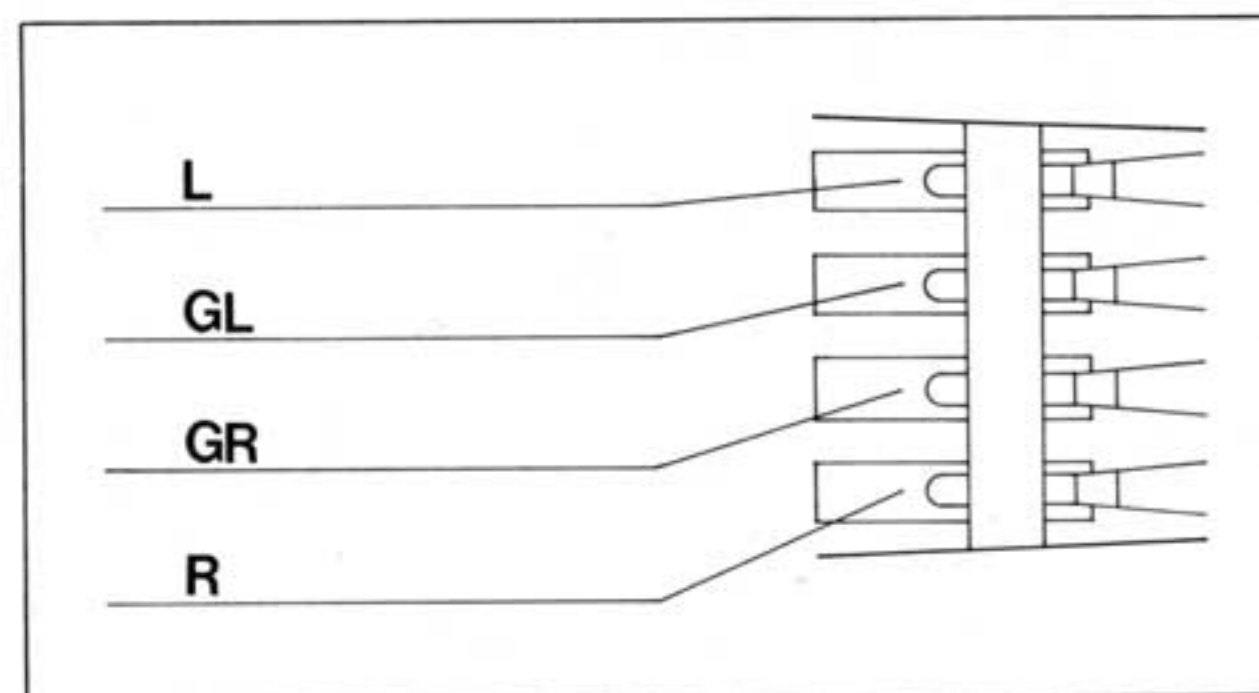

Fig. 12
3. Die Anschlüsse am Systemträger und Tonabnehmersystem sind gekennzeichnet (Fig. 12). Verbinden Sie die Anschlußblitzen des Systemträgers mit den entsprechenden und gleich gekennzeichneten Anschlußstiften des Tonabnehmersystems.
3. The connection inputs on the cartridge holder and on the cartridge are color coded (Fig. 12). Connect the leads of the cartridge holder to the correspondingly coded connection pins of the cartridge.
3. Les connexions sur le porte-cellule et la cellule sont repérées. Reliez les cordons du porte-cellule aux broches de la cellule portant le même repère (fig. 12).
3. De aansluitingen aan de houder zijn gekleurd. De kleurencode komt overeen met de aanwijzingen op het element. Sluit ze achtereenvolgens aan (Fig. 12).
3. Las conexiones del portacápsulas y de la cápsulas van marcadas. Conecte las clavijas de la cápsula con los cables de igual marca del portacápsulas (fig. 12).
3. Anslutningstrådarna i monteringsbryggan är färgmärkta (Fig. 12). Koppla dessa trådar till stiften med motsvarande markering på pick-upen.